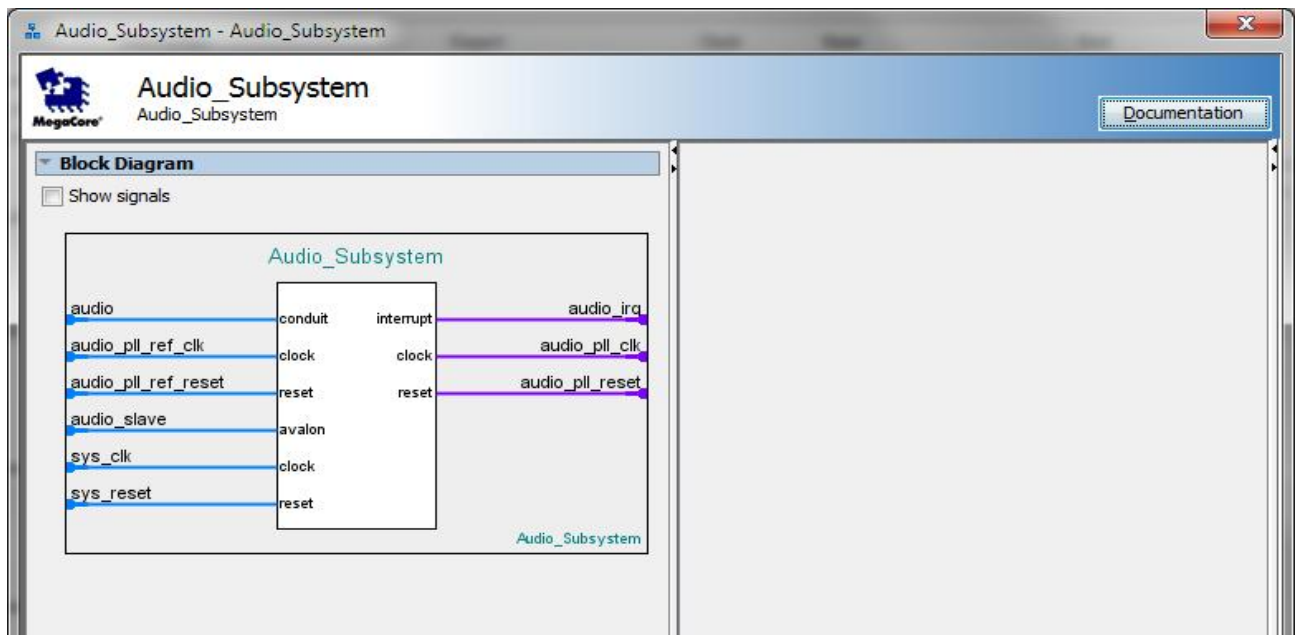

Рис. 70. Вікно налаштувань компоненту Audio_Subsystem
9. Оберіть компонент **Audio_Subsystem** та відкрийте його для редагування на рис. 70.